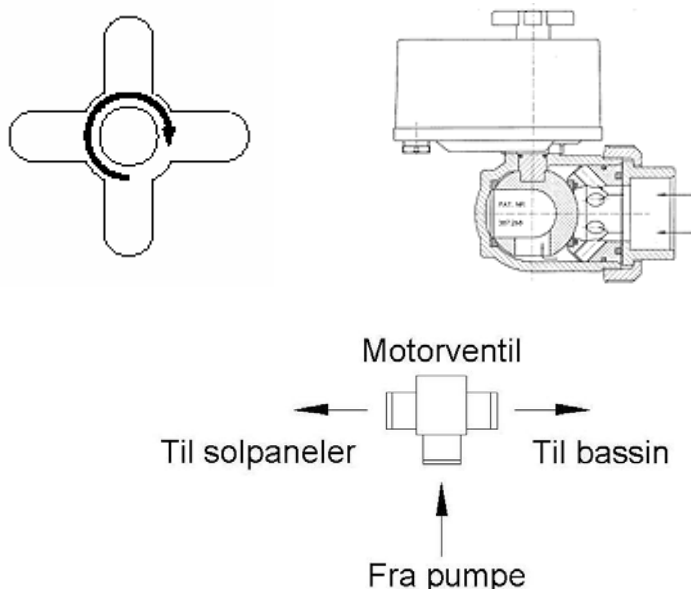

Fig. 2.
3. 3-vejs ventilen (type 74-120463) skal monteres som illustreret. Ventilen er T formet. Vandet fra filterpumpen skal ind forneden, og vandet til solpanelet ud til højre. Vandet til bassinet ud til venstre. Solpanel og bassin udgang kan byttes. Solfangerstyringens ende stop funktion kan også byttes ved at bytte ledningerne fra NO og NC. Der er således frit valg af udgangene. Se fig. 2.